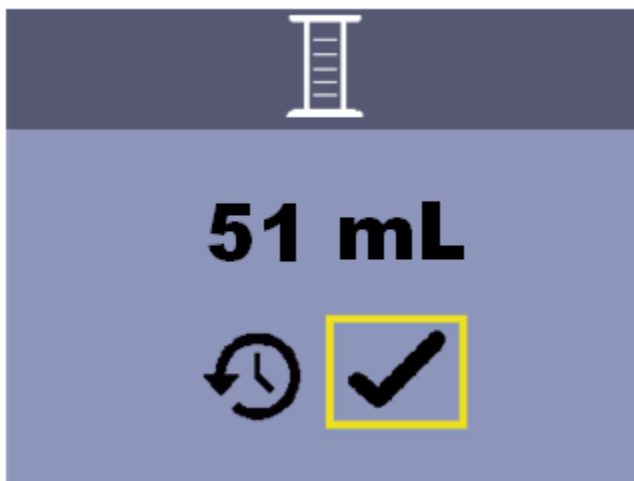

图 22：校准确认屏幕
- g. 按**输入按钮**跳转校准确认屏幕（图 22）或按**菜单按钮**取消。